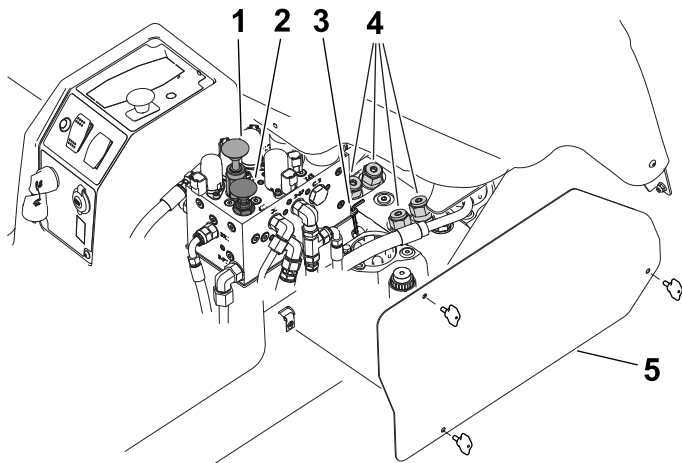

Figura 63
Nota: É fornecida uma chave (6 mm) com a máquina e encontra-se junto do coletor hidráulico (Figura 63). Utilize a chave para realizar este procedimento.
2. Retire o painel de acesso do lado direito da consola de controlo (Figura 63).